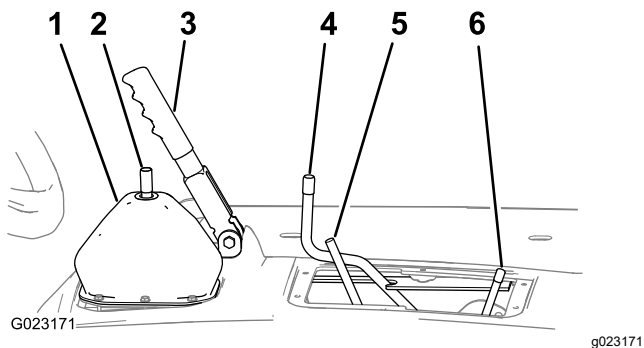

図 11
1. 駐車ブレーキを掛ける 図 11。
2. デフロックのロッドを前右方向ロック位置に倒す 図 11。